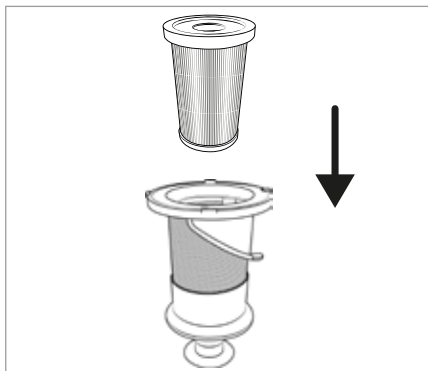

Bild 24
- Vrid inte filteret (6) när du sätter in det i dammbehållaren (7). Orientera dig efter punktmarkeringarna på stålfilteret (6) och dammbehållaren (7) för att sätta in filteret (6) rätt.
- 7) Sätt EPA-filteret (5) i det rostfria stålfilteret (6) (se bild 24).